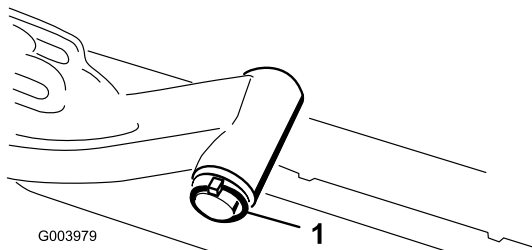

**Figura 8**
8. En el caso de las unidades de corte delanteras, deslice una unidad de corte debajo del brazo de elevación mientras coloca el eje del bastidor de tiro en la horquilla de pivote del brazo de elevación (Figura 8).
B. Introduzca la horquilla del brazo de elevación en el eje del bastidor de tiro (Figura 8).